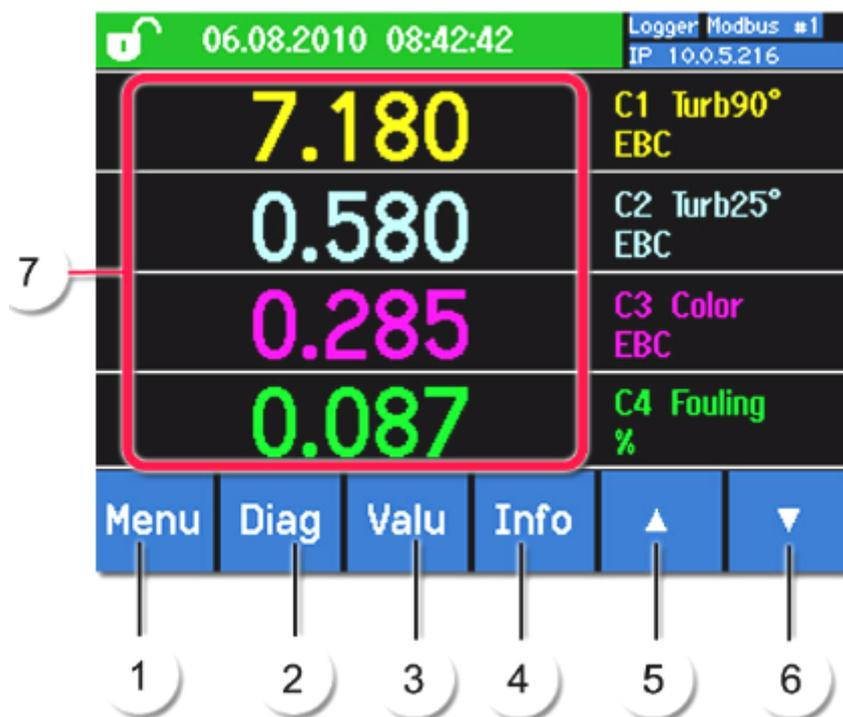

图 11.正常模式下的操作元素
- ⑤ 上箭头 显示前面一页。
- ⑥ 下箭头 显示下面一页。
- ⑦ 显示设置 通过触摸显示屏边框区域（图 11）可以出现一个菜单，这个菜单可以完成各种显示设置。